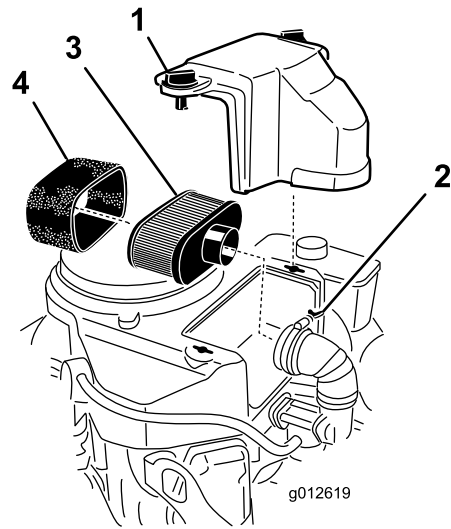

Figura 33
3. Limpie alrededor del limpiador de aire de forma que la suciedad no penetre en el motor y cause daños (Figura 33).
4. Desenrosque los pomos de la cubierta y retire la cubierta del limpiador de aire (Figura 33).
5. Desatornille la abrazadera y retire el conjunto del limpiador de aire (Figura 33).
6. Retire cuidadosamente el filtro de gomaespuma del filtro de papel (Figura 33).
1. Limpie el elemento de papel golpeándolo suavemente para eliminar el polvo. Si está muy sucio, cambie el elemento de papel por uno nuevo (Figura 33).
No limpie el filtro de papel. Cámbielo después de 200 horas de funcionamiento (Figura 33). Compruebe que el filtro no está roto, que no tiene una película aceitosa y que la junta de goma no está dañada. Cámbielo si está dañado.
1. Deslice cuidadosamente el filtro de gomaespuma sobre el filtro de papel (Figura 33).
2. Coloque el conjunto del limpiador de aire sobre su base o sobre la manguera y sujételo con la abrazadera (Figura 33).
3. Coloque en su posición la cubierta del limpiador de aire y apriete los pomos de la cubierta (Figura 33).